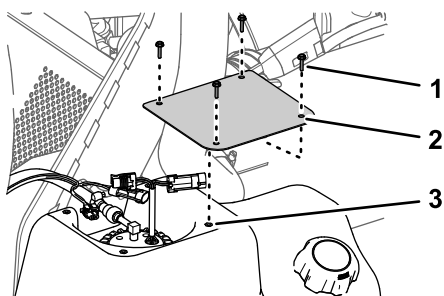

Figure 122
1. Fixez le couvercle sur le réservoir (Figure 122) à l'aide des 4 vis (n° 10 x 3/4") retirées à l'opération 2 de Dépose du couvercle de la pompe à carburant (page 75).